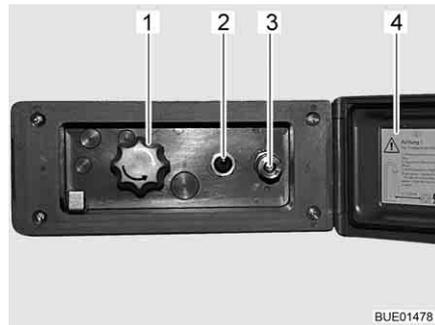

Fig. 95 Conexión de ducha exterior
- Desbloquear y abrir la tapa (Fig. 95,4).
- Conectar la manguera de la ducha exterior al cierre rápido (Fig. 95,3).
- Encender la bomba de agua con el interruptor (Fig. 95,2).
- Ajustar la temperatura del agua con el botón giratorio (Fig. 95,1) según se desee.
- Apagar la bomba de agua con el interruptor (Fig. 95,2).
- Cerrar la tapa (Fig. 95,4) y bloquearla con la llave.
- Poner el botón giratorio (Fig. 95,1) en la posición central.